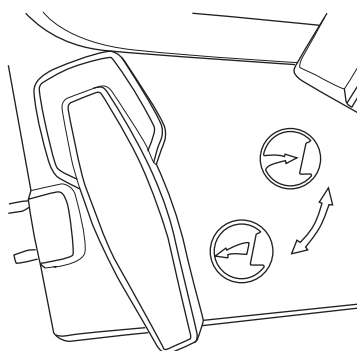

Fig. 12
3. Mova a alavanca (5) para a posição  para utilizar o produto como soprador. (Fig. 12)